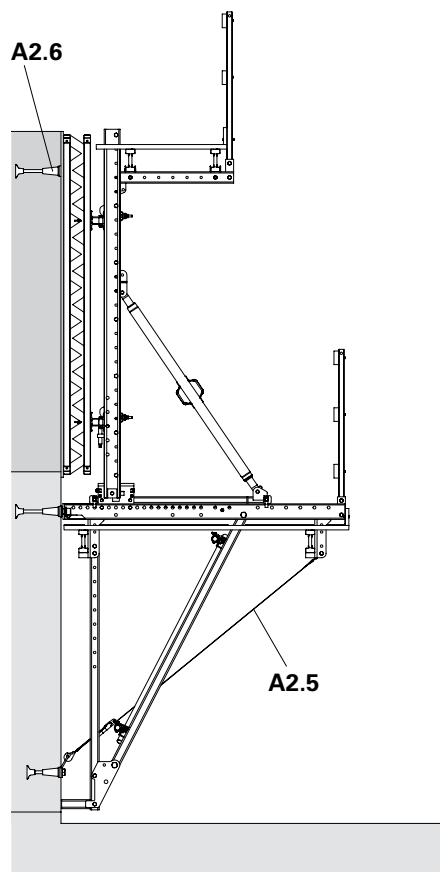

Fig. 09
12. Gettare il secondo concio di calcestruzzo. (Fig. 09)